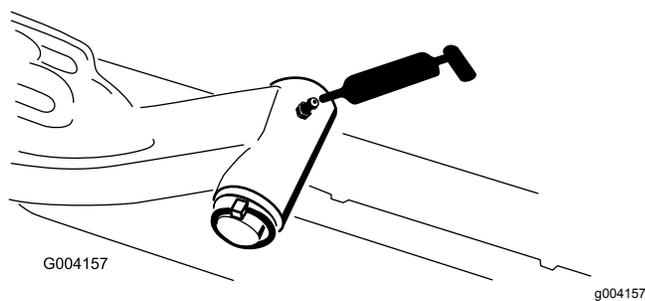

Рисунок 67
- Ось поворота подъемного рычага (по 1 шт.) (Рисунок 67)